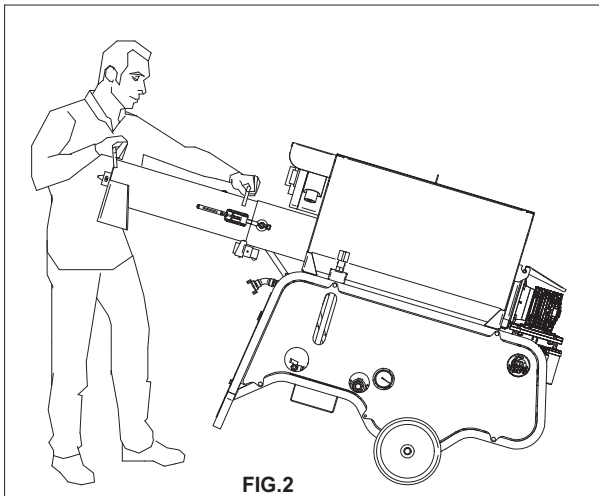

FIG.2
8. TRASPORTE (figs. 2 y 3)
Sujete el mezclador por las asas (fig. 2), levántelo y empújelo en la dirección deseada.